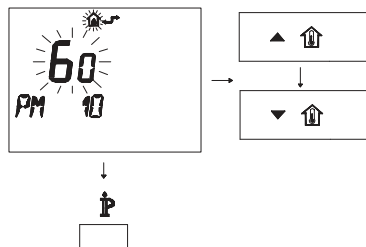

Figura 5.56
- Para modificar el punto de consigna programado, use los botones ▲ ⏶ o ▼ ⏶ y espere a que el número programado comience a parpadear (Figura 5.56).